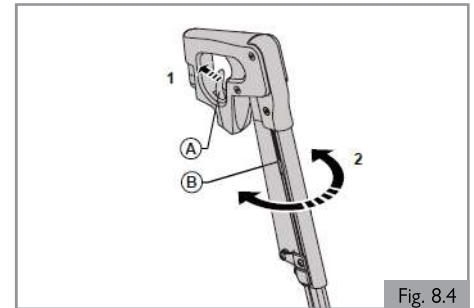

Fig. 8.4
8.3 Reposapiernas abatibles (Fig. 8.4)**Desmontaje del reposapiernas abatible**